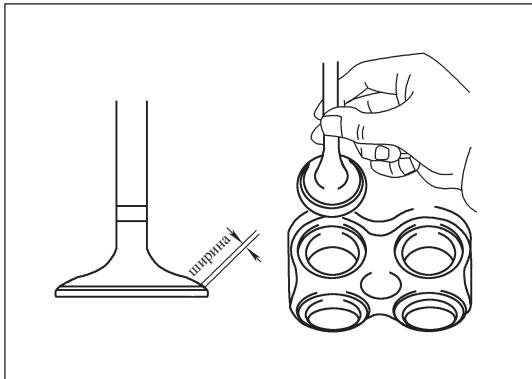

Рис. 12-3-19. Проверка посадки клапана
- ① Только в том случае, если синий пигмент на уплотнительной поверхности клапана располагается по окружности 360° вокруг центра клапана, это будет означать коаксиальное расположение клапана относительно седла, в противном случае следует заменить клапан.
- ② Только в том случае, если синий пигмент на седле клапана располагается по окружности 360° вокруг центра седла, это будет означать коаксиальное расположение направляющей втулки и уплотнительной поверхности клапана, в противном случае следует заменить седло.
- ③ Проверить расположение контактной поверхности седла клапана в центре поверхности клапана. Ширина составляет $1,0\text{--}1,4$ мм, как изображено на рис. 12-3-19.